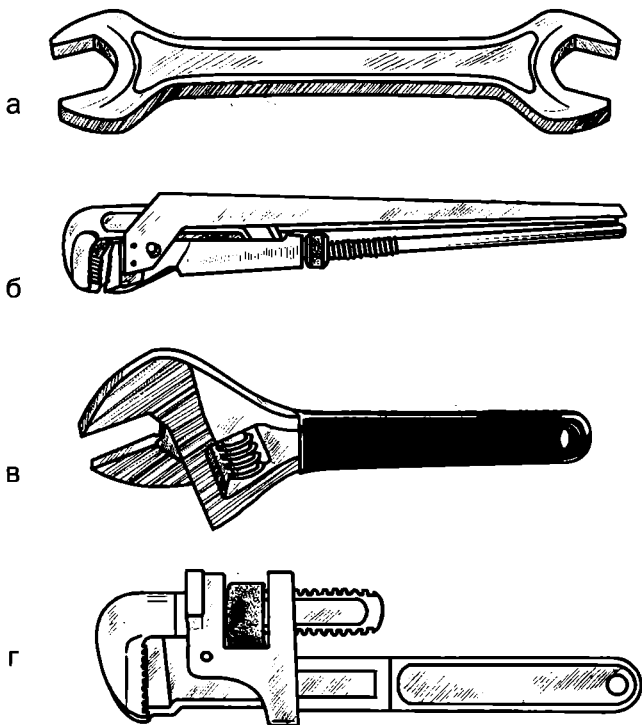

Рис. 32. Ключи для сантехнических работ: а — гаечный; б — рычажный; в — раздвижной; г — ключ Стиллсона
- гаечные ключи (рис. 32, а). Как правило, вполне достаточно иметь три двухсторонних
- рычажный ключ, или газовый (рис. 32, б), является универсальным инструментом, так как подходит для труб, муфт, контргаек и пр. При этом деталь также заклинивается между губками. Газовые ключи предназначены для работы (откручивания и закручивания) с округлыми деталями, в частности с трубами. Они изготавливаются разных размеров (1, 2, 3, 4, 5) и используются для фиксации труб различного диаметра (10–36, 20–50, 20–63, 25–90, 32–120 мм соответственно). Домашнему сантехнику вполне достаточно иметь ключи размеров 1 и 2. Иногда на ключе вместо номера могут стоять аббревиатура КТР («ключ трубный рычажный») и цифры, которые указывают наименьший и наибольший диаметры деталей, для которых он может подходить. В таком случае для текущего ремонта сантехники подойдет ключ 5–30.
- с помощью раздвижного ключа (рис. 32, в) вы легко отвернете детали, имеющие грани (например, шайбы, болты и пр.), прочно захватите и сможете вращать цилиндрические элементы. Этот ключ может выдержать значительные нагрузки, поскольку предназначается для работы с резьбовыми соединениями трубопроводов. Его конструкция включает в себя подпружиненную губку, которая обладает ограниченной
- ключ Стиллсона (рис. 32, г), который удобен при работе в труднодоступных местах, например при манипуляциях с раковинами и сифонами. Поскольку его диаметры строго определенные, желательно иметь несколько экземпляров.